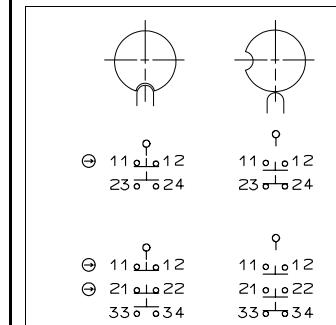

Fig. 6 : Éléments et fonctions de commutation
- Pour le brochage cf. Fig. 6.